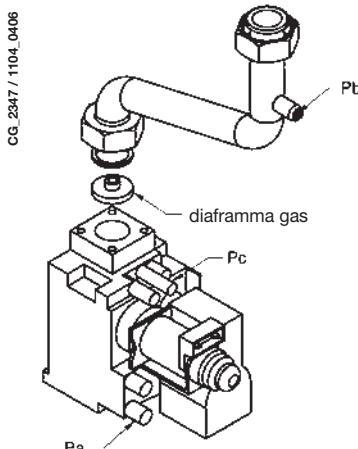

Figura 10
- sostituire il diaframma gas posto sulla valvola gas (figura 10). Il diametro del diaframma è riportato nella tabella 2.
- collegare la presa di pressione positiva di un manometro differenziale, possibilmente ad acqua, alla presa di pressione (**P_b**) della valvola del gas (Figura 10). Collegare, solo per i modelli a camera stagna, la presa negativa dello stesso manometro ad un apposito "T" che permetta di collegare insieme la presa di compensazione della caldaia, la presa di compensazione della valvola del gas (**P_c**) ed il manometro stesso. (Una pari misura può essere effettuata collegando il manometro alla presa di pressione (**P_b**) e senza il pannello frontale della camera stagna);
- verificare che la pressione dinamica di alimentazione della caldaia, misurata alla presa di pressione (**P_a**) della valvola del gas (Figura 10) sia quella corretta (37 mbar per il gas propano o 20 mbar per il gas naturale).
- Regolare la vite “Pmax/Pmin” (figura 10) fino ad ottenere il valore di pressione riportato nella Tabella 1.